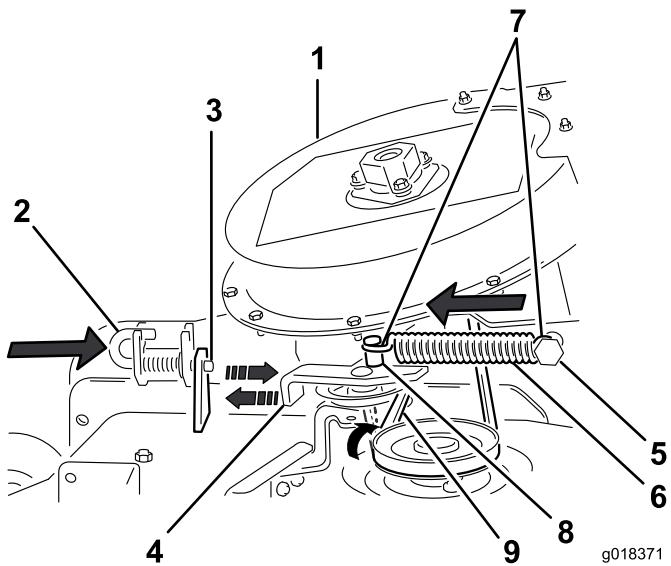

Figura 25
6. Ponga el pestillo en la posición de bloqueo (Figura 25).
8. Enrute la correa provisionalmente por debajo de la polea tensora (Figura 25).
9. Mueva el brazo de la polea tensora hacia el anclaje fijo del muelle. Instale el muelle alineando el gancho del muelle con el anclaje del brazo de la polea tensora (Figura 25).
10. Aleje la polea tensora del anclaje fijo del muelle y enrute la correa alrededor de la polea de la carcasa de corte (Figura 25).